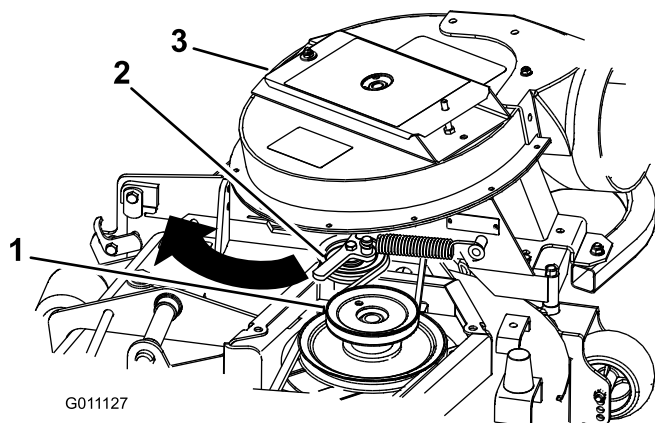

Figura 19
- Empurre a polia intermédia da mola para trás e coloque a correia em redor da polia da plataforma do cortador. Certifique-se de que a correia está corretamente colocada em redor das polias do soprador (Figura 19).